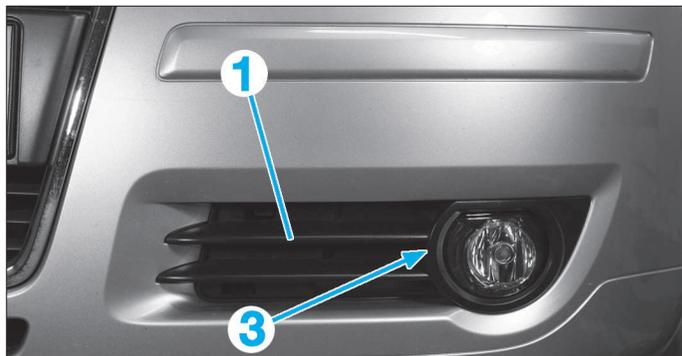
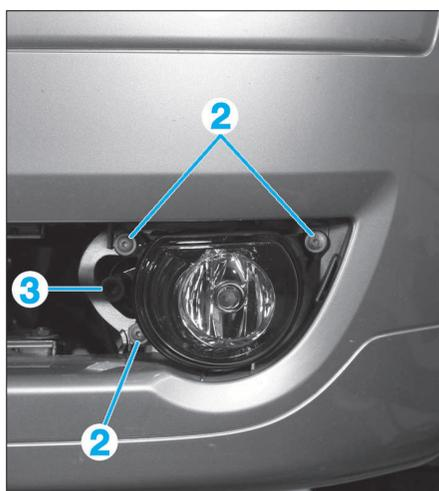

FIG. 9
FIG. 10
- Dépose la grille (1) (2 ou 4 agrafes suivant le modèle) (Fig.9).
- Déposer les vis de fixation (2) du projecteur antibrouillard (Fig.10).
À la **repose**, contrôler le bon fonctionnement du projecteur puis procéder à son réglage en agissant sur la vis (3) (Fig.9) et (Fig.10).